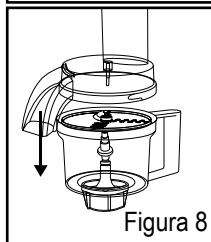

Figura 8
- 2a. Coloque la tapa en el recipiente presionándola hacia abajo levemente y asegurándose de que las lengüetas del recipiente se alineen con las aperturas en la tapa. Gire la tapa en el sentido contrario a las agujas del reloj hasta que haga un clic, trabando en su lugar y no gire más (Figura 8).